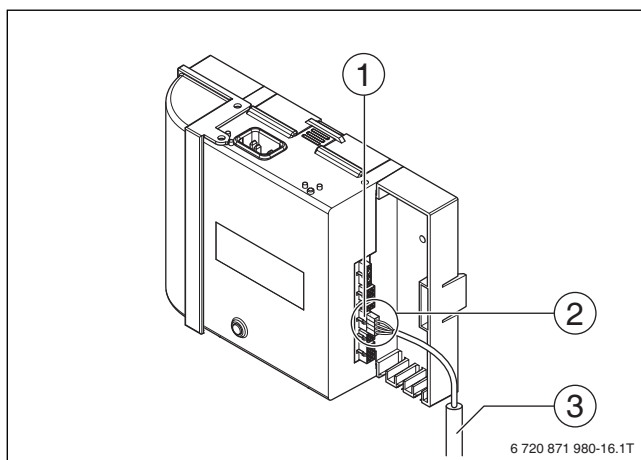

Рис. 53 Демонтаж кабеля ионизации от автомата управления горелкой
- ▶ Отсоедините контрольный кабель ионизации (желтый для природного газа, зеленый для сжиженного газа) (→ Рис. 53, [3]) от автомата управления горелкой, для этого нажмите на язычок (→ Рис. 53, [1]) коннектора (→ Рис. 53, [2]) и потяните.